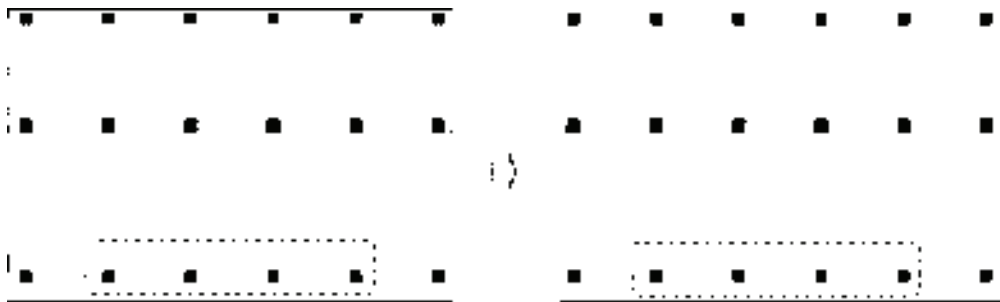

图 15-23 绘制结果
13) 编辑墙体。调用“移动”命令，选择墙体并向上移动，如图 15-23 所示。